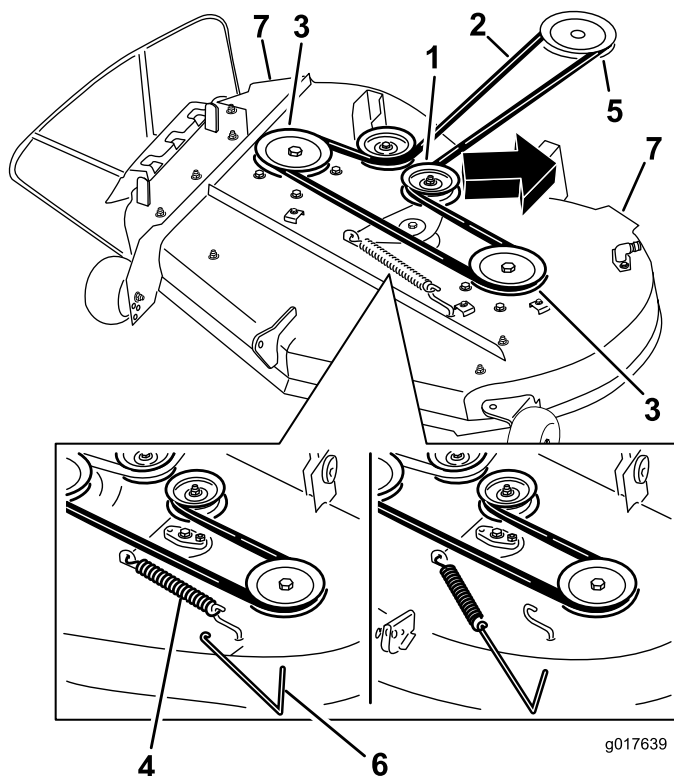

Figure 57
- À l'aide d'un outil de dépose de ressort (réf. Toro 92-5771), décrochez le ressort du crochet sur le tablier pour éliminer la tension sur la poulie de tension et déchaussez la courroie des poulies (Figure 57).
- Acheminez la courroie neuve autour de la poulie du moteur et des poulies du tablier de coupe (Figure 57).
- À l'aide d'un outil de dépose de ressort (réf. Toro 92-5771), accrochez le ressort au crochet situé sur le tablier, ce qui a pour effet d'exercer une tension sur la poulie de tension et la courroie du tablier de coupe (Figure 57).